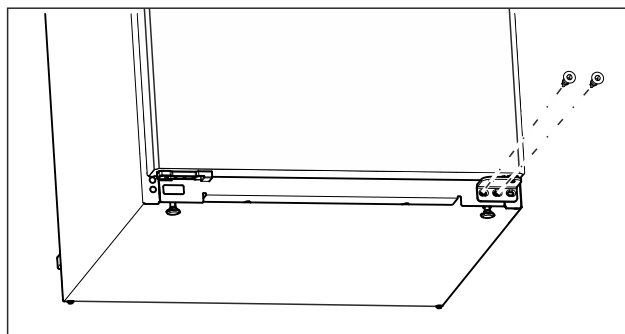

Fig. 14
- ▶ Wykręcić środkową śrubę przy dolnej płytce zawiasu śrubokrętem Torx 20. (patrz Fig. 14)
- ▶ Wykręcić wewnętrzną śrubę przy dolnej płytce zawiasu śrubokrętem Torx 20. (patrz Fig. 14)